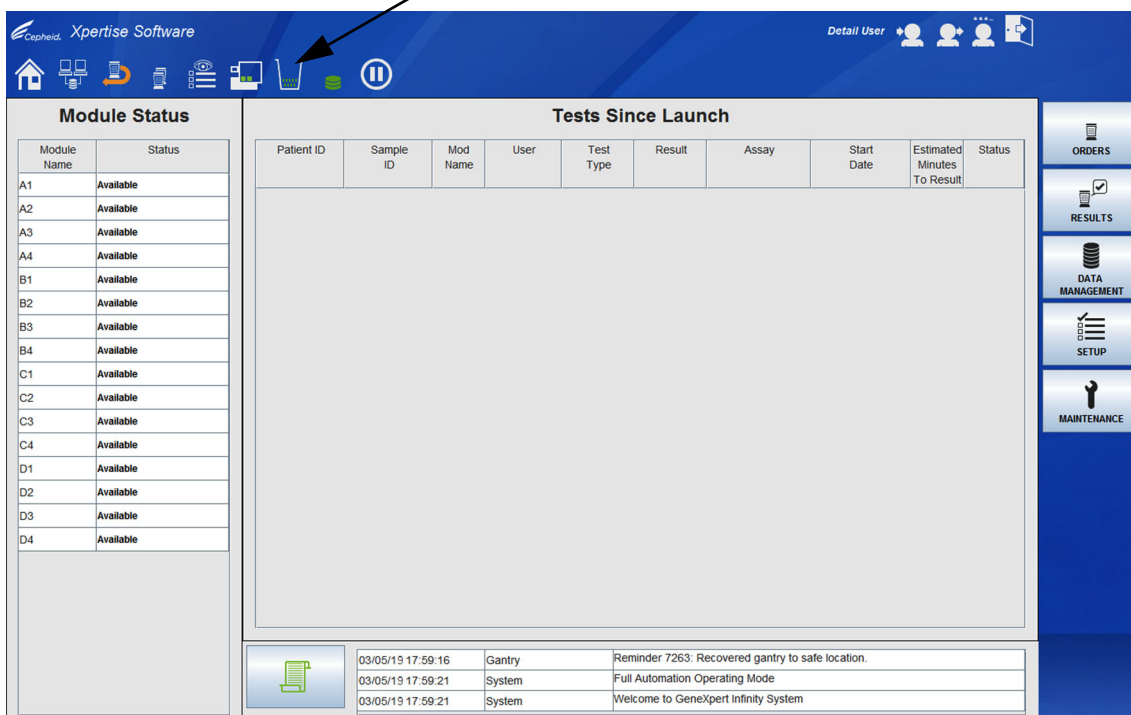
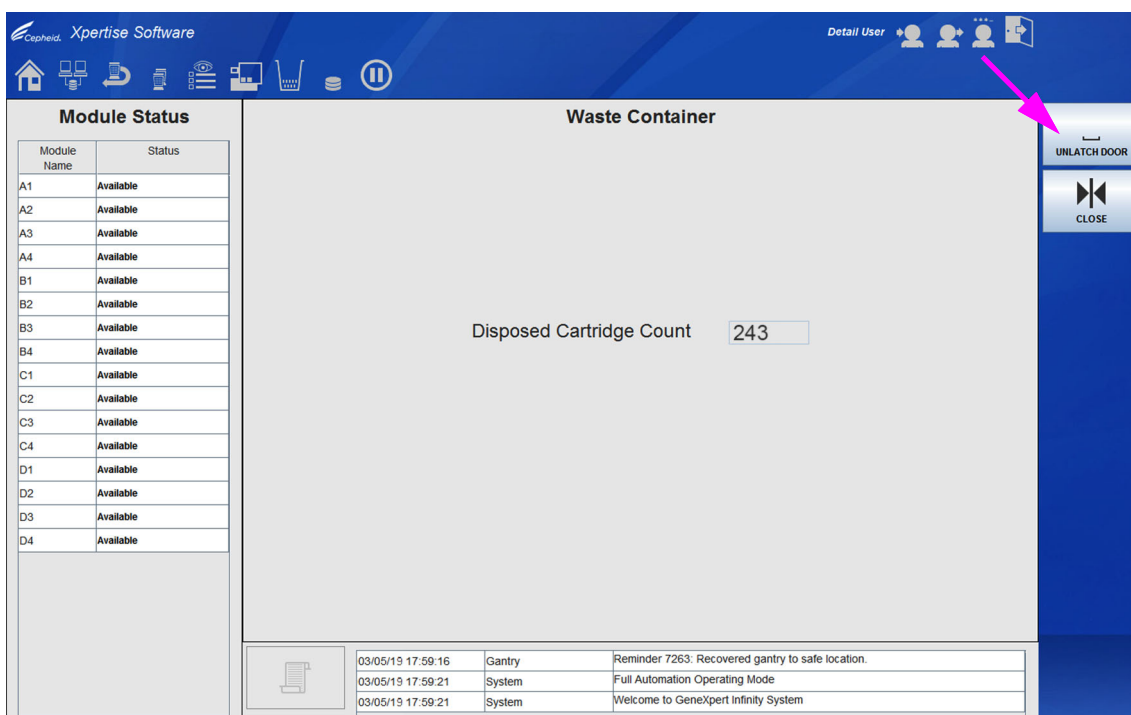
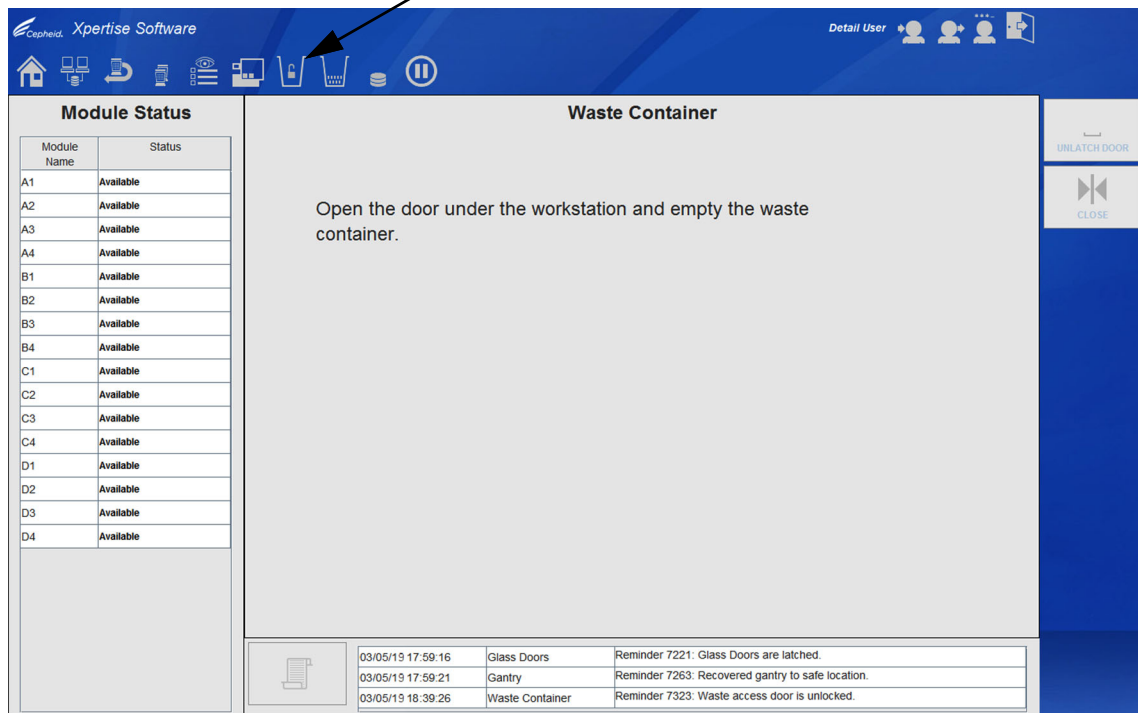

図 9-39. Xpertise Software ホームワークスペース
図 9-40. 廃棄物コンテナワークスペース
図 9-41. 廃棄物コンテナワークスペース – 廃棄物コンテナのドアを開ける
1. ダッシュボードで、**廃棄物コンテナ (Waste Container)** アイコンを選択します (図 9-39 を参照)。廃棄物コンテナ (Waste Container) ワークスペースが表示され、**廃棄カートリッジ数 (Disposed Cartridge Count)** が表示されます。図 9-40 を参照。
2. **ドアのラッチ解除 (UNLATCH DOOR)** ボタンを選択します (図 9-40 を参照)。進行状況バーが短時間表示された後、2 番目の廃棄物コンテナ (Waste Container) ワークスペースが表示され、廃棄物コンテナを空にする手順が示されます。図 9-41 を参照。
システムが廃棄物アクセスドアのロックを解除し、廃棄物アクセスドアのワークスペースが表示されます (図 9-41 を参照)。また、ワークスペースのダッシュボードに**廃棄物コンテナのロック解除 (Waste Container Unlock)** アイコンが表示されます。
3. ワークスペース (図 9-41 を参照) に記載されている手順に従って、アクセスドアを開き、廃棄物コンテナを空にします。